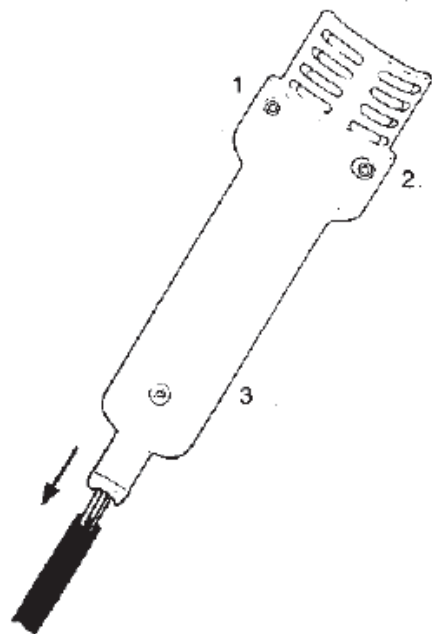

Рис.1
- Выверните 3 винта, скрепляющих рукоятку паяльника (рис. 1 (1,2,3)) и сдвиньте трубку шнура.